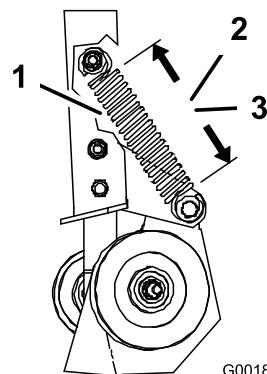
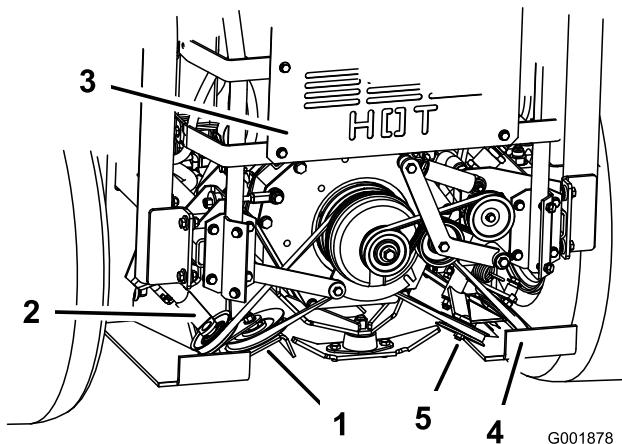

Figura 63
Figura 64
- Misurate la lunghezza della molla. Verificate che le misure delle spire della molla sulla puleggia tendicinghia a molla corrispondano alle seguenti (Figura 63 e Figura 64).
- Misura della molla, sinistra: $14,6 \pm 0,3$ cm (Figura 63).
- Misura della molla, destra: $14,0 \pm 0,3$ cm (Figura 63).
- Se le misure della molla non sono esatte, allentate il dado di fissaggio della puleggia tendicinghia regolabile in modo da poterla spostare verticalmente nella fessura (Figura 64).
- Rilasciate la pressione della puleggia tendicinghia a molla (Figura 64).
- Abbassate la puleggia regolabile nella fessura e serrate il dado (Figura 64).
- Verificate che le misure delle spire della molla sulla puleggia tendicinghia a molla siano esatte (Figura 63).